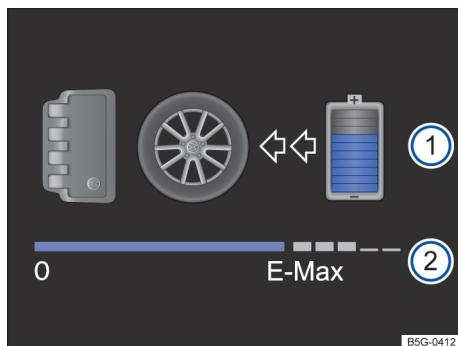

Fig. 18 No display do instrumento combinado: indicador do fluxo de energia e indicador da disponibilidade de potência elétrica .
O fluxo de energia da propulsão híbrida é exibido no display dos instrumentos combinados com base em representações simbólicas e setas → Fig. 18 .
No modo de condução E-MODE (condução elétrica), é exibido no display do instrumento combinado a disponibilidade de potência momentânea da propulsão elétrica → Fig. 18 ②. Em todos os outros modos de operação, a exibição está inativa (em cinza).